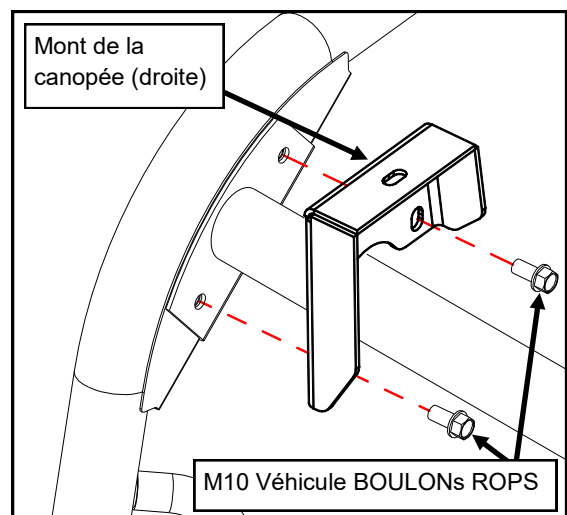

Fig. 1
1. Installez des montures à baldaquin (trouvées dans le kit de canopée) conformément aux instructions de la canopée. Voir fig. 1.